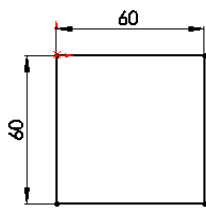

图 3-117 绘制的草图
**02** 绘制草图。在菜单栏中选择“工具”→“草图绘制实体”→“矩形”命令，或者单击“草图”工具栏中的“边角矩形”图标按钮，以原点为一角点绘制一个矩形并标注尺寸，结果如图 3-117 所示。